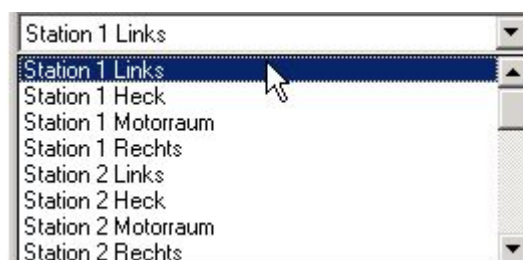

Abbildung 35: Auswahlliste Arbeitsplatz
- Über die Auswahlliste können Sie sich jeden Arbeitsplatz anzeigen lassen. Es stehen alle Arbeitsplätze und Stationen eines Bands zur Verfügung. Siehe auch: Abbildung 35.